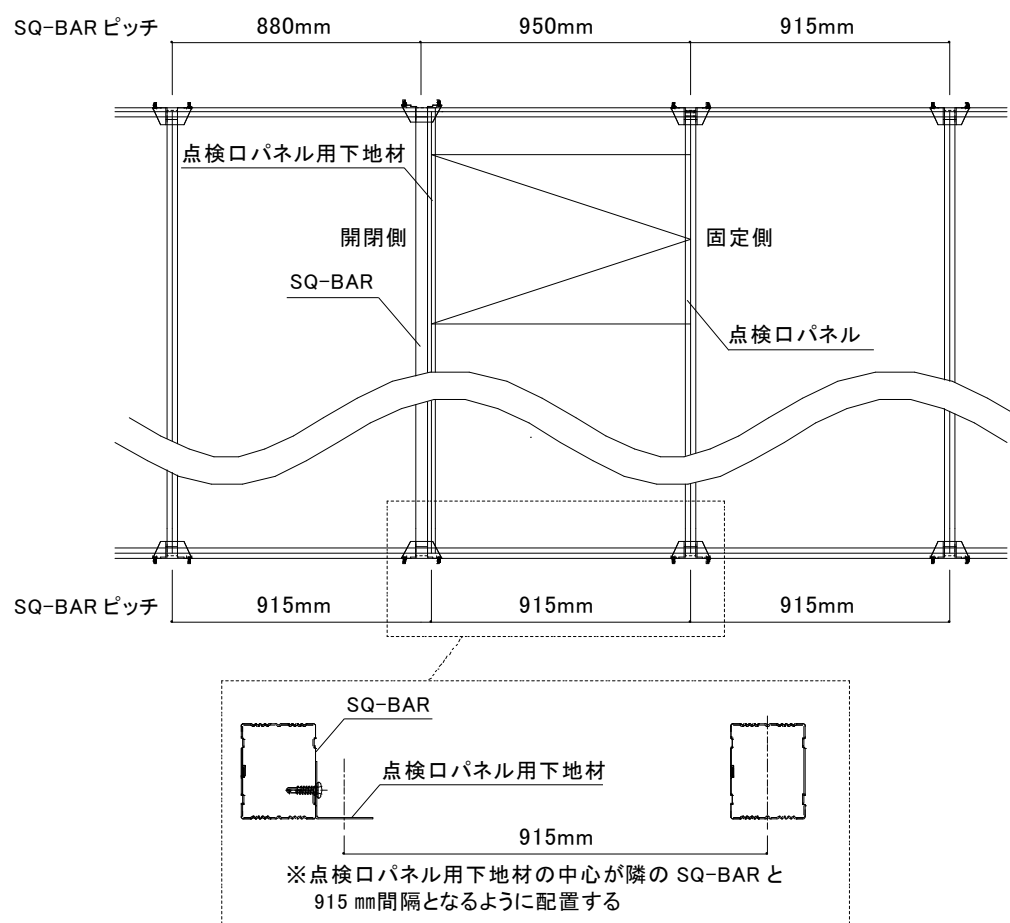

図 2-6-2 点検口パネル取付部の下地材間隔
3) SQ-BAR+点検口パネル用下地材をランナーにはめ込む。点検口パネル用下地材の中心が隣の SQ-BAR と 915mm±1mm 間隔となるように配置する。(図 2-6-2 参照)